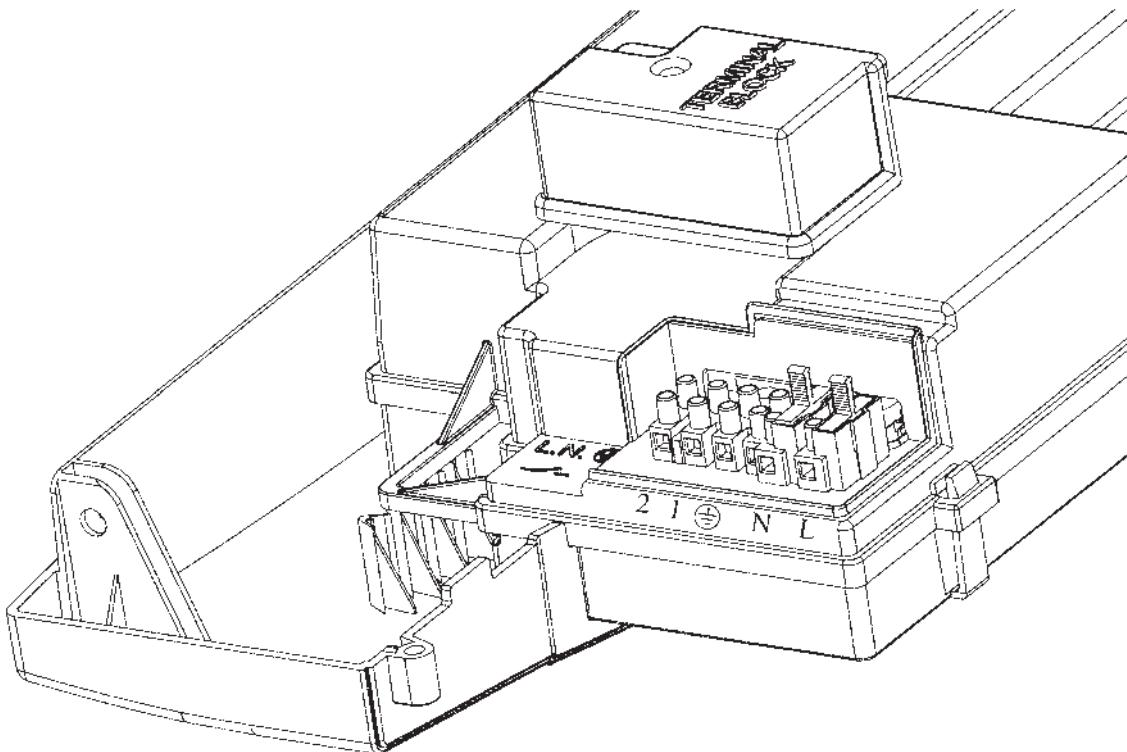

图 9
- * 打开外盖，露出接线区域（图9）。
- * 如前节所述，打开电源端子排（图9）；